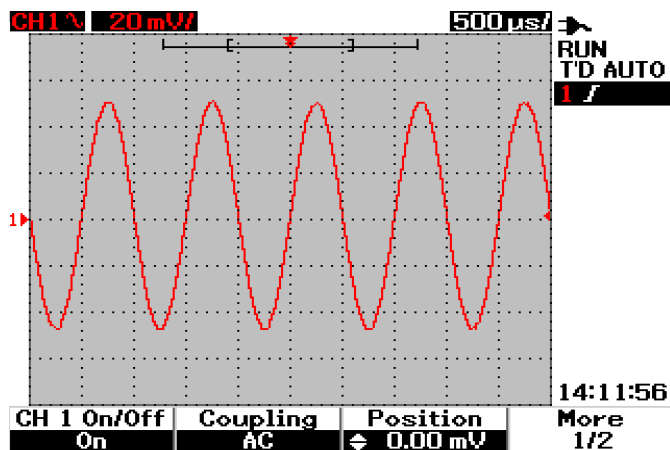

図3-3 表示波形の垂直位置の調整
波形を垂直方向に調整するには、F3ソフトキーを押します。次の図3-3は、垂直位置調整設定を示します。
- 2 ロータリ・スイッチ  を回すと、対応する電圧値が図3-3のようにPosition見出しの下に表示されます。この電圧値は、グラウンド基準が画面中央からどれだけ離れているかを示します。